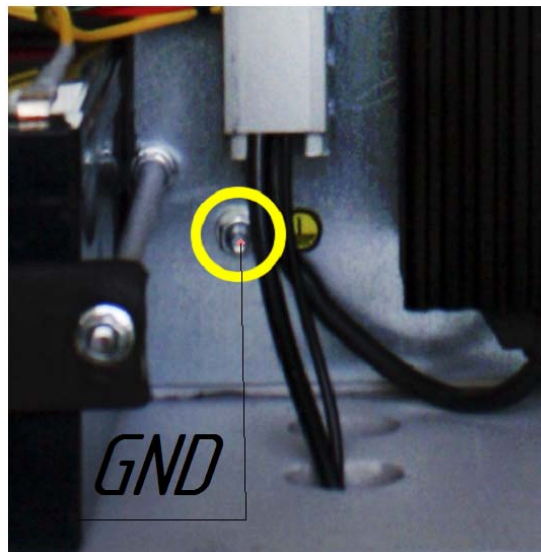

Рисунок 4.5
4. Подключить землю (GND) к клемме заземления (Рисунок 4.5).